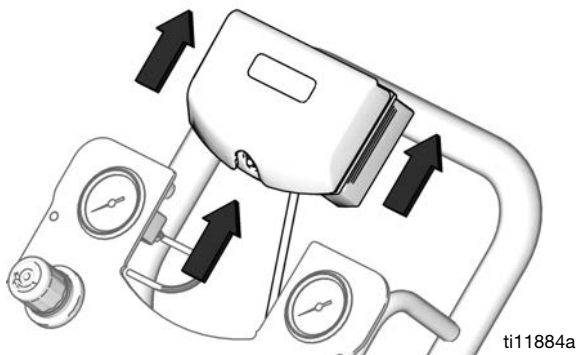

ABB. 11. DataTrak entfernen
- DataTrak-Modul aus der Halterung entfernen. Siehe ABB. 11. Das Modul und zugehörige Kabel an einem Ort außerhalb des Gefahrenbereichs ablegen.